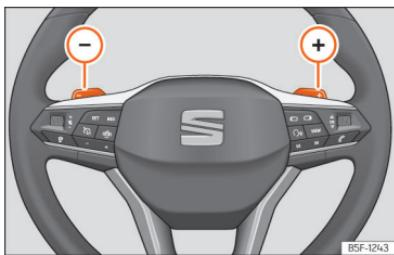

Fig. 103 Volante: alavancas para mudança automática de velocidades.
- Pressione a alavanca de mudanças **(+)** para engrenar uma velocidade mais alta **»» Fig. 103**.